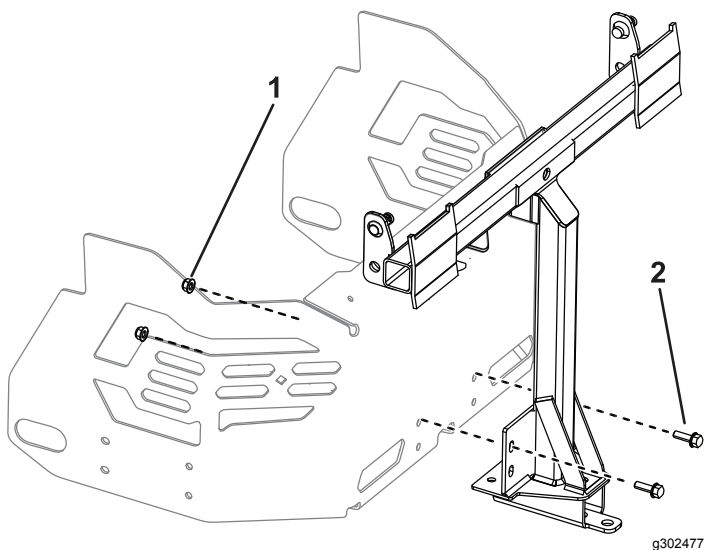

Figura 15
4. Instale, sem apertar, a estrutura da articulação na máquina utilizando dois parafusos ($\frac{5}{16}$ pol. x 1 pol.) e duas porcas de bloqueio ($\frac{5}{16}$ pol.) como se mostra na Figura 15.
6. Aperte os dois parafusos (5/16 pol. x 1 pol.) e 2 porcas de bloqueio (5/16 pol.) como se mostra na Figura 15.